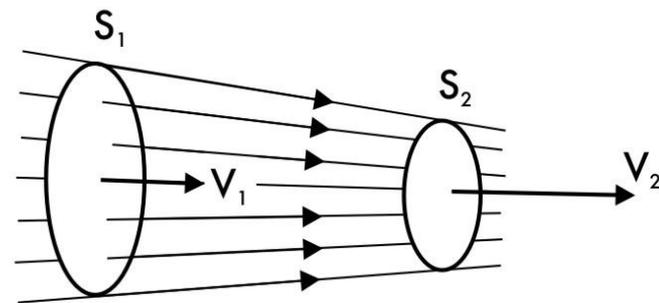

Рис. 6.2
- Рассмотрим какую-либо трубку тока. Выберем два ее сечения  $S_1$  и  $S_2$ , перпендикулярные направлению скорости (рис. 6.2).